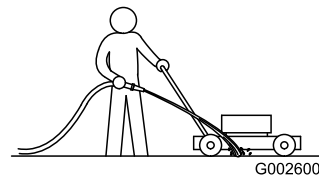

Figura 16
3. Cu motorul pornit și lama cuplată, direcționați un jet de apă în fața roii **dreapta**, spate (Figura 16).